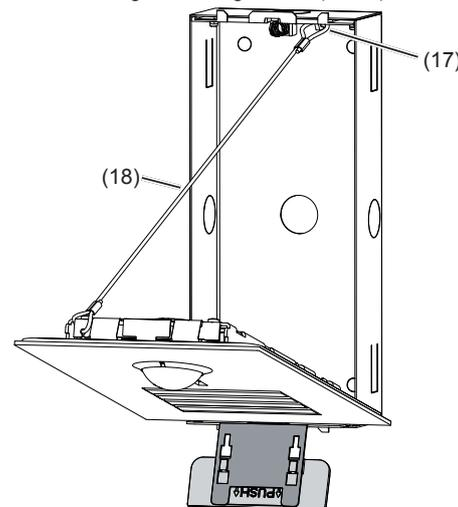

Bild 6: Installationsposition Türstation
- (16) Öffnungswerkzeug
- (17) Befestigungselement
- Die Schlaufen des Sicherungsseils (17) am linken oberen Einhänger der Türstation und am oberen Befestigungselement (16) im Gehäuse einhängen. Die Türstation zur Installation auf das Öffnungswerkzeug stellen (Bild 6).